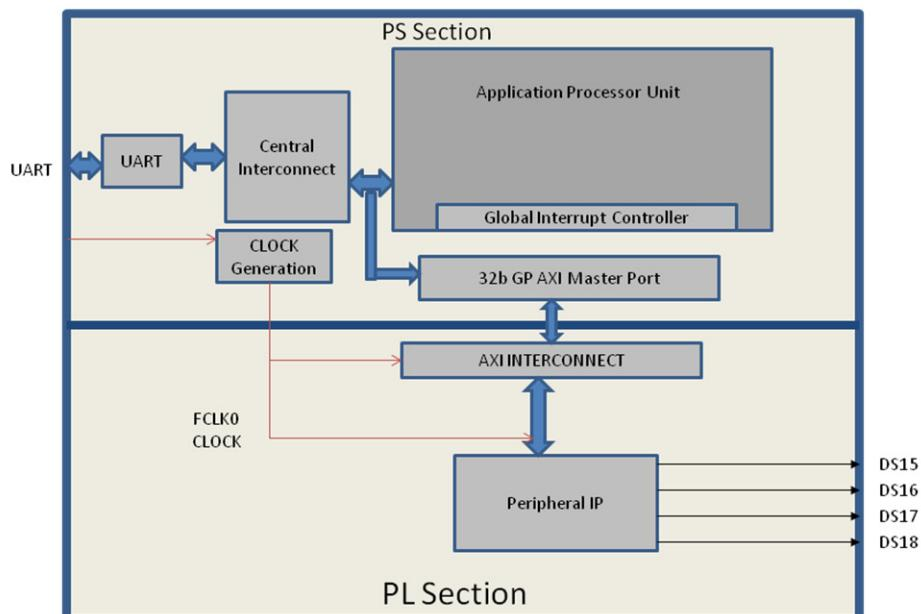

図 9-2: ブロック図
Zynq のプロセッsing ロジック (PL) セクションで、ペリフェラル IP をスレーブとしてインスタンシエートして ZC702 ボード用のシステムを作成し、これをプロセッsing システム (PS) の汎用 (GP) マスター ポートを用いて PS プロセッサと接続します。図 9-2 に、システムのブロック図を示します。